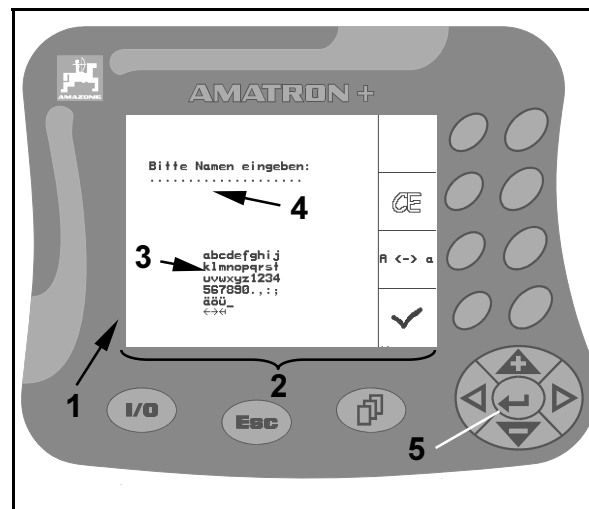

Fig. 15
El ingreso de texto (Fig. 15/1) aparece siempre en la pantalla (Fig. 15/2), cuando se requiere el ingreso de textos o de cifras en el **AMATRON⁺**.
En el campo de selección (Fig. 15/3) resulta la selección de cada una de las letras o cifras, que deban aparecer en la hilera de ingreso (Fig. 15/4).
1. Elija en el campo de selección la letra o la cifra deseada (Fig. 15/3) con ayuda de las
2. Oprima la tecla  (Fig. 15/5), para aceptar la letra o cifra elegida en la hilera de ingreso (Fig. 15/4).
Las flechas   en el campo de selección (Fig. 15/3) permiten un movimiento de la marca de escritura dentro de la hilera de ingreso (Fig. 15/4).
La flecha  en el campo de selección (Fig. 15/3) borra el último ingreso.